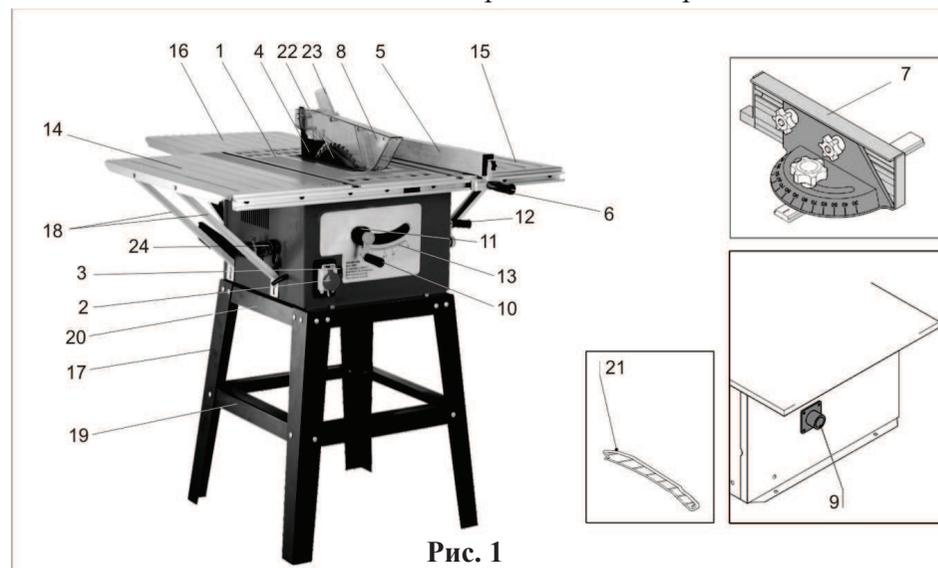

Рис. 1
3.1 Общий вид пилы схематично представлен на рис. 1
## 8. Основные операции (рис.1)
Для предотвращения «обратного удара» на данной пиле применяется расклинивающий нож **4** (рис. 1). Расклинивающий нож является защитным устройством и для обеспечения безопасной работы и должен быть правильно установлен. Расстояние между наружным краем пильного диска и расклинивающим ножом должно составлять от 3 до 5 мм.
#### 7.3 Регулировка угла наклона пильного диска (рис. 1).
#### 7.4 Фиксатор угла наклона пильного диска. (рис. 1).
#### 7.5 Регулировка глубины пропила (рис. 1).
#### 7.6 Параллельный упор (рис. 1)
#### 7.7 Использование упора для косого и поперечного пиления (рис. 1).
#### 7.8 Использование специального упора (рис. 1).
#### 7.9 Отсос опилок (рис. 1).
7.1. Установка рукояток регулировки подъема пильного диска и установки угла наклона (рис.1)